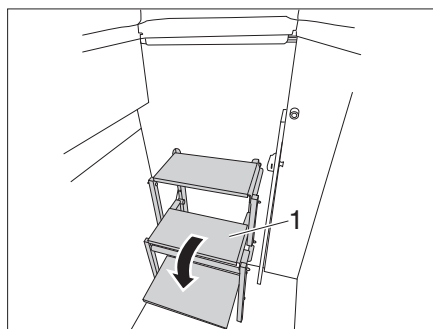

Fig. 58 Apertura della scaletta
- Aprire la scaletta (Fig. 58,1).
- Richiudere la scaletta (Fig. 58,1).